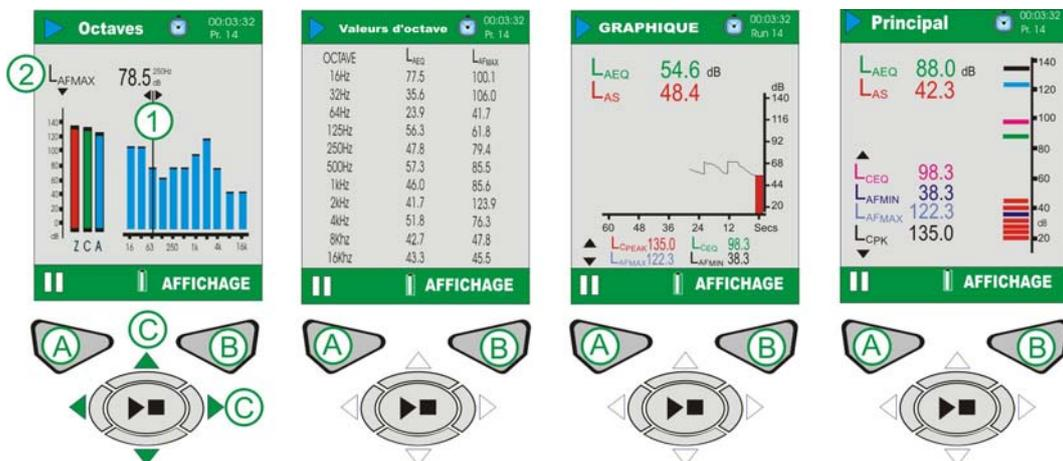

Figure 14 CEL-620B Écrans d'exécution principaux
### CEL-620B (consulter la figure 14).
Le CEL-620B fournit deux écrans d'octave supplémentaires, indiqués à la figure 14. Utilisez la touche d'affichage (B) pour basculer parmi les quatre écrans disponibles. Utilisez les touches de curseur gauche/droite (C) pour aller sur les bandes de fréquence (1) en affichage graphique. Utilisez les touches de curseur haut/bas (C) pour naviguer entre les paramètres LMAX et LAEQ (2).